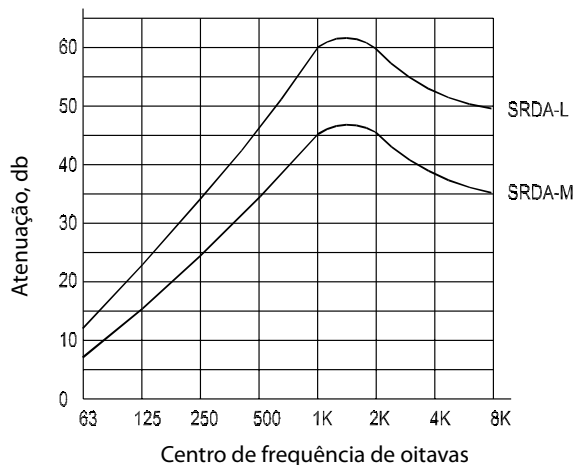

Figura 5 : Silencioso reativo-dissipativo anular. Curvas de atenuação típica.
objetivo de conseguir uma baixa velocidade de saída, reduzir a altura e o custo do silenciador. Cada modelo se apresenta no tamanho standard (M) ou longo (L) para máxima atenuação. Na tabela 3 são indicadas as dimensões dos diferentes modelos e a figura 5, mostra uma curva típica de atenuação vs. frequência.